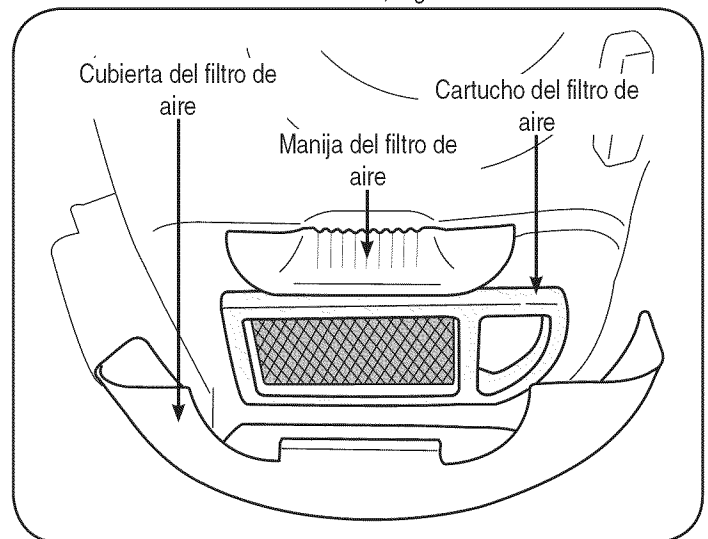

Figura 16
- Tire la manija del filtro de aire para arriba, Figura 16, y tire para atrás hacia el motor.
- Retire la cubierta del filtro de aire, Figura 16.